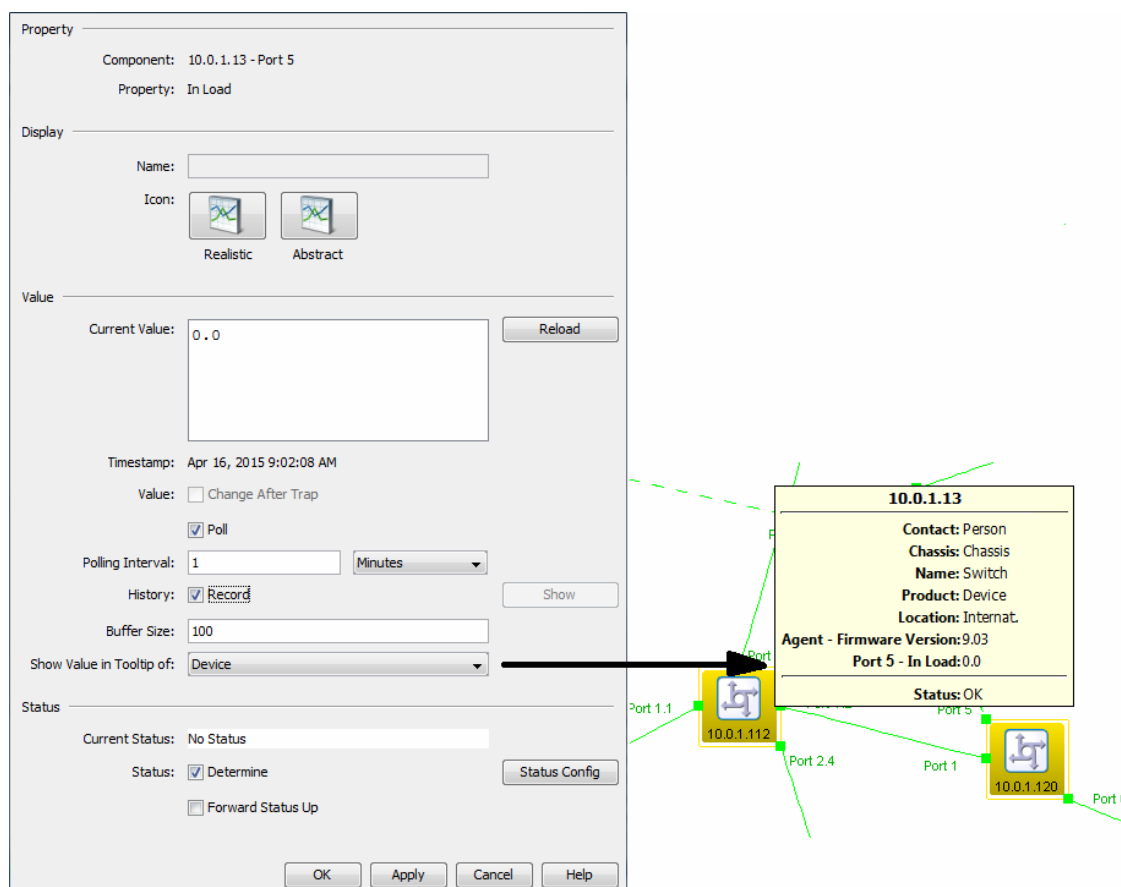

Figura 63: Características de detalle
- ▶ Para mostrar este valor en la burbuja de ayuda de un componente de nivel superior, seleccione el componente en la lista desplegable “Presenta valor en ventana de ayuda” (ver la figura 63).